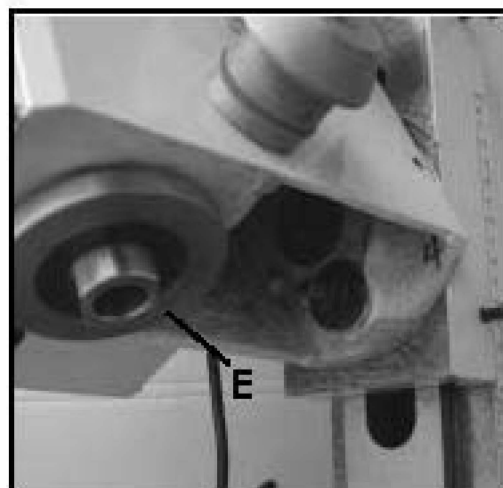

Fig. 37
3. Håll spindelns plan (E, Fig. 37); lossa dragstången (F, Fig. 38) med 25 mm nyckel.